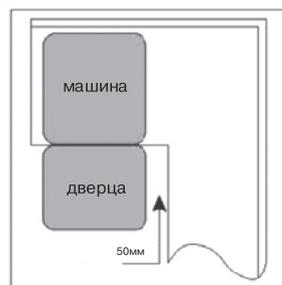

Рис. 4. Вид сверху. Минимальное пространство, когда дверца открыта.
2. При размещении посудомоечной машины в угловой части мебели для встройки минимальное расстояние между боковой частью открытой дверцы посудомоечной машины и кухонной мебелью должно быть не менее 50 мм (рис. 4).